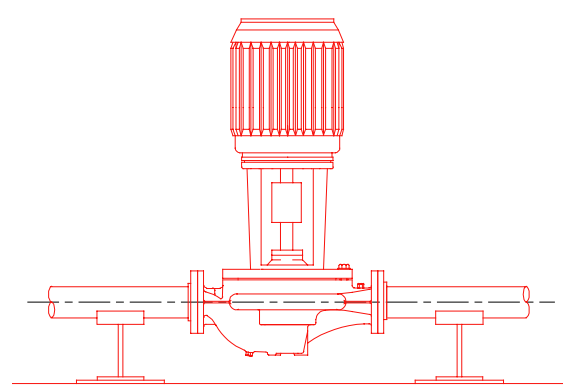

图 2.3 地面鞍形支撑
2.3. 地面安装鞍形支撑。(图.2.3) 一般用于冷凝器水泵，冷却塔底在机械房的高程的应用。